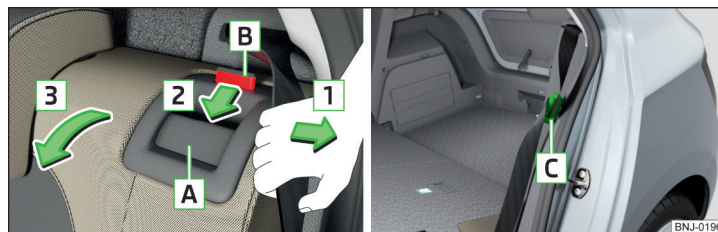

Fig. 70 Abatir el respaldo / Posición de reserva del cinturón de seguridad
► Tirar el cinturón de seguridad externo hacia el revestimiento lateral en el sentido de la flecha **1** » fig. 70.
La lengüeta del cierre del cinturón de seguridad externo **C** puede introducirse en el revestimiento lateral - Posición de reserva » fig. 70.